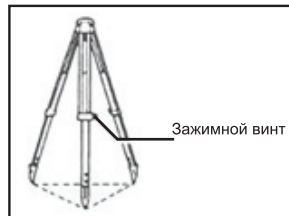

Рис. 1
- 1) Развяжите ремень вокруг ножек штатива и освободите зажимные винты (Рис.1)